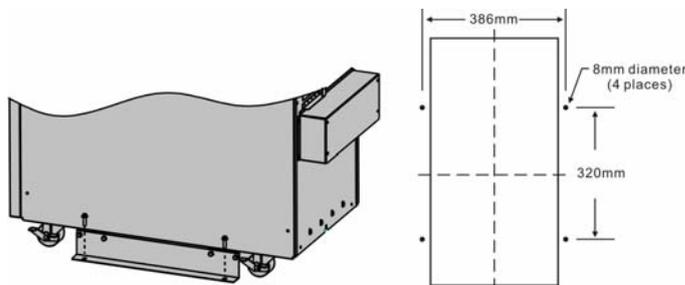

Fig. 3-5 Stabilità aggiuntiva
- 4) Una volta che l'installazione è completata, le staffe laterali usate per l'imballo devono essere fissate sul retro per assicurare la stabilità dell' UPS. Se non è possibile, può essere apportata ulteriore stabilità fissando le staffe a terra con bulloni M8. Vedi Fig. 3-5.